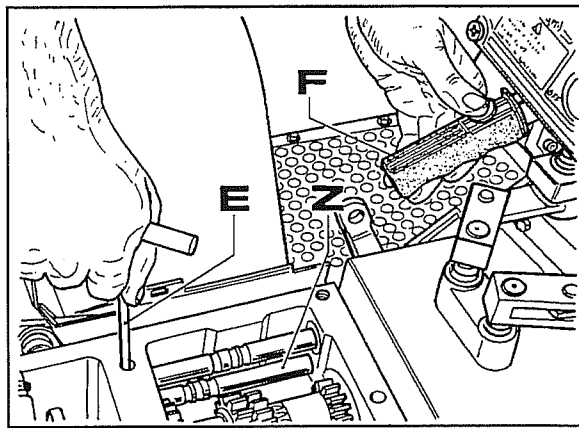

Fig. 12
- Para montar novamente a mola **D** e a esfera **C**, é necessário pré carregar a mola usando uma ferramenta (**E** fig.12) e ao mesmo tempo soltar a alavanca da P.T.O. **F** fig.12 a qual, por interferência deslocará para trás a vareta **Z**.